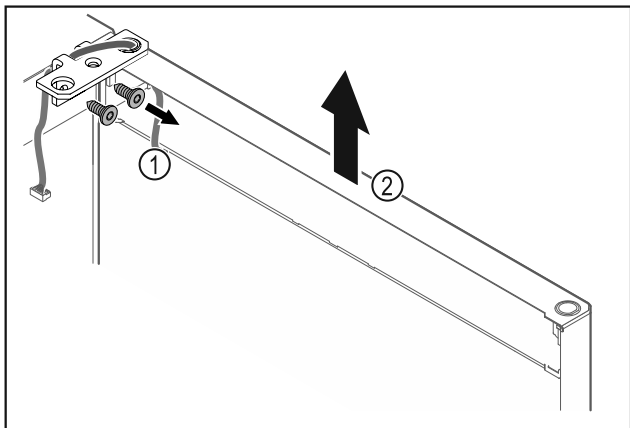

Fig. 23
- ▶ Skru hængselvinklen Fig. 23 (1) af.
- ▶ Løft døren og hængselvinklen Fig. 23 (2) ca. 200 mm lige op, og tag dem af.